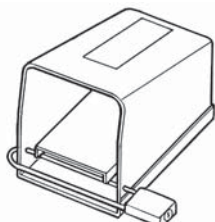

Рисунок 1 – Заблокированный педальный выключатель
- Заблокируйте педальный выключатель, если станок не используется (рисунок 1). Это позволяет избежать случайного запуска.